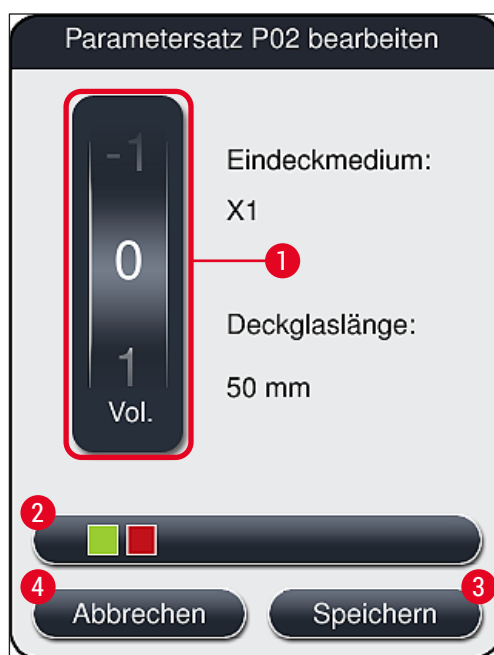

Abb. 47
2. Im darauffolgenden Menü (→ Abb. 47) kann das Auftragsvolumen durch Drehen der Walze (→ Abb. 47-1) verringert oder erhöht werden.